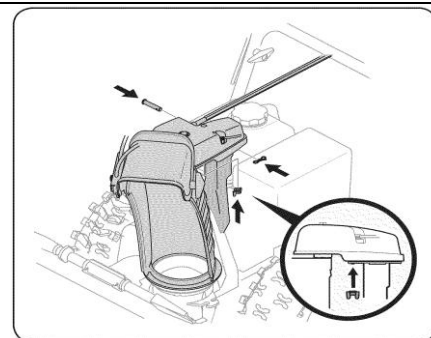

Рис. 9
9. Закончите сборку фиксацией центральной части управления заслонкой к поддерживающему кронштейну, используя барашковую гайку, и штифт с головкой и отверстием под шплинт и сам шплинт, извлеченные ранее. Не перетягивайте. См. Рис.9